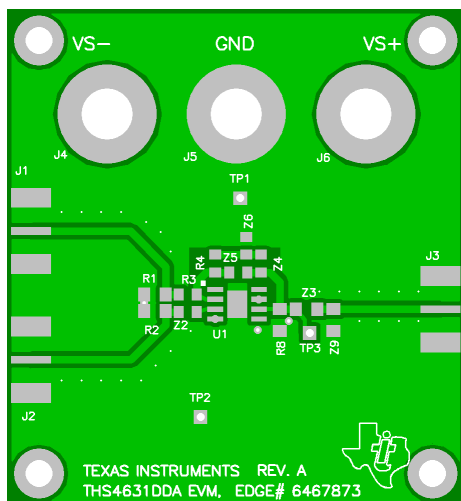
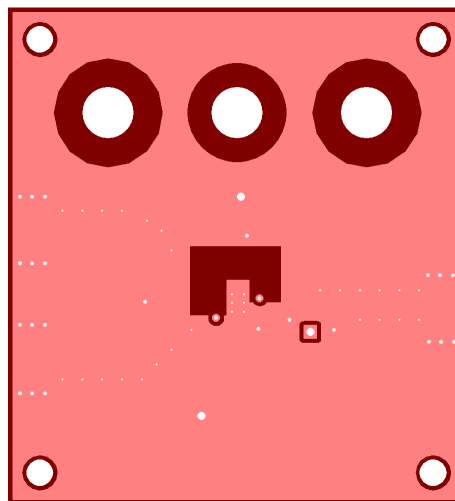
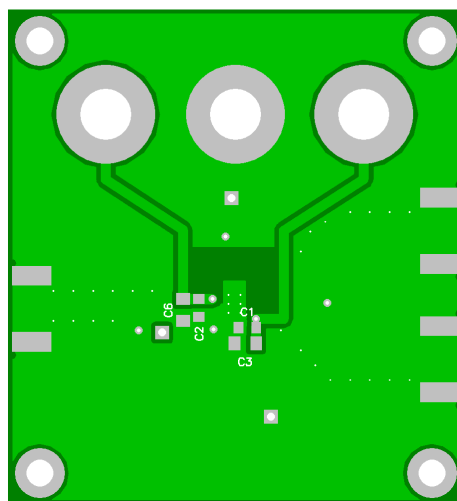

图 9-1. EVM 顶层
图 9-2. EVM 第 2 层和第 3 层接地
图 9-3. EVM 底层
德州仪器 (TI) 致力于为客户提供高质量的应用支持。为了支持该目标，我们为 THS4631 运算放大器开发了一款评估板。该评估板易于使用，可轻松评估器件。通过德州仪器 (TI) 网站 [www.ti.com](http://www.ti.com)，或联系当地的德州仪器 (TI) 销售代表订购该评估板。图 9-1、图 9-2 和 图 9-3 显示了该板各层结构。评估板物料清单如 表 9-1 所示。